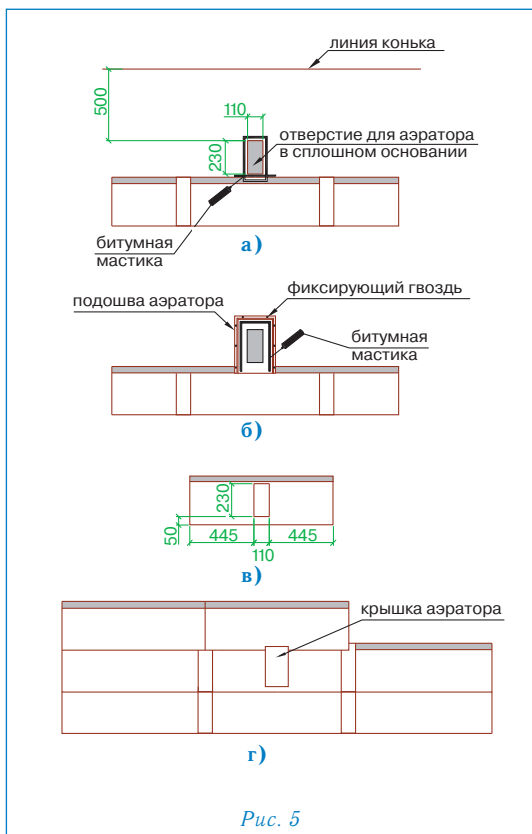

Рис. 5
### Установка аэратора (рис. 5)
- В сплошном основании кровли прорезается отверстие 110 × 230 мм, расположенное согласно рис. 5а;
- корпус аэратора устанавливается поверх отверстия и фиксируется гвоздями из нержавеющей стали; по верхней и боковым сторонам подошвы корпуса также наносится битумная мастика (рис. 5б);
- далее укладывается очередной ряд черепицы; подошва аэратора при этом закрывается листом ПРЕСТИЖ КОМПАКТ МИНИ с заранее прорезанным в нем отверстием (рис. 5в);
- на корпус аэратора устанавливается крышка, которая фиксируется нажатием (до щелчка) (рис. 5г).
- далее укладывается очередной ряд черепицы; подошва аэратора при этом закрывается листом ПРЕСТИЖ НОВЫЙ РИМ с заранее прорезанным в нем отверстием (рис. 5в);